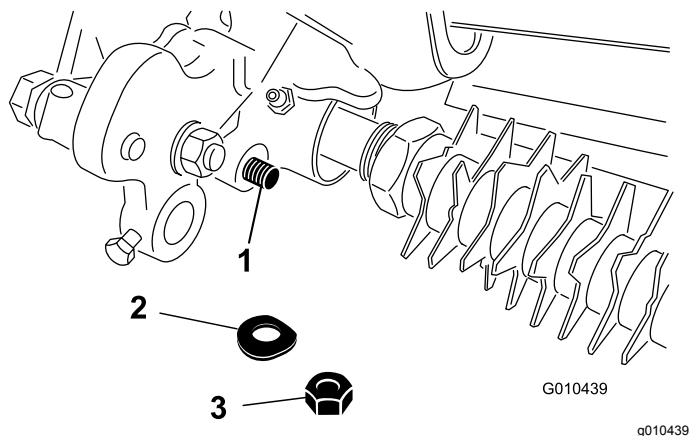

Figura 28
3. Retire la contratuerca y la arandela Belleville que sujetan el extremo de la varilla del brazo de ajuste de la altura de corte al conjunto de transmisión del groomer (**Figura 28**).